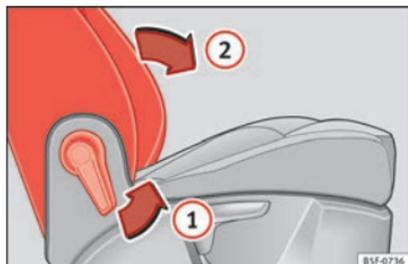

Fig. 149 Asiento del acompañante: palanca para abatir el respaldo.
- Tire de la palanca (1) » fig. 149 y empuje el respaldo hacia adelante (2) de forma que el respaldo quede en posición horizontal.